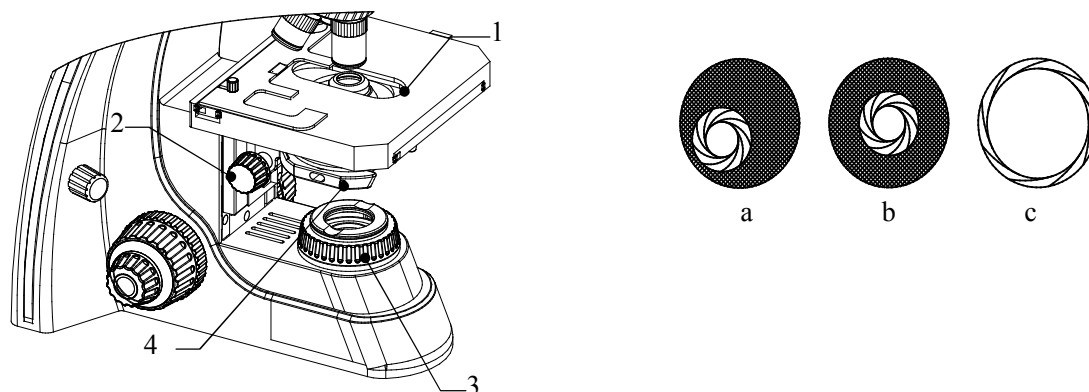

图 4
- (1) 把标本放在载物台 1上，然后调节聚光镜升降手轮 2，把聚光镜调到最高位置。
- (2) 把 10X 物镜转到光路中，转动视场光阑调节环 3，使视场中可以观察到视场光阑像，见图 4-a，如果视场光阑像不在视场中心，可以用二个内六角板手调节聚光镜调中螺钉 4，把光阑像调节到视场中心，见图 4-b，重新打开视场光阑,见图 4-c。